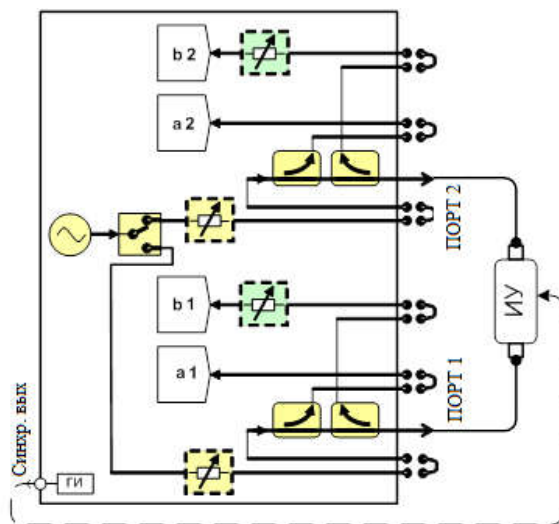
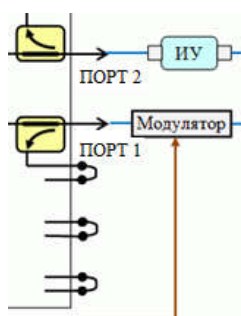
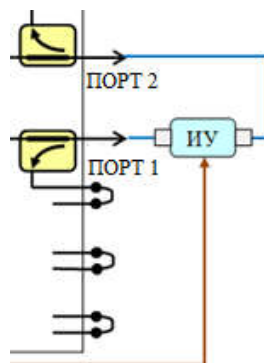

Рисунок 2.226 – Схема измерения с модуляцией зондирующего и опорного сигналов
Рисунок 2.227 – Схема с модуляцией зондирующего сигнала
Рисунок 2.228 – Схема с коммутацией в ИУ
2.3.5.11.4 На рисунках 2.226 – 2.228 представлены варианты схем измерений с модулятором и без него. В варианте с модулятором последний включается в тракт зондирующего сигнала до направленного ответвителя вместо перемычки на передней панели анализатора (рисунок 2.226), или к выходному разъему (рисунок 2.227). В варианте без модулятора (рисунок 2.228) переключения выполняются внутри ИУ¹⁾.
2.3.5.11.8 Калибровка выполняется в непрерывном режиме²⁾. В случае использования внешнего модулятора калибровка осуществляется совместно с ним (рисунок 2.227), при этом модулятор находится в режиме «постоянно включен».